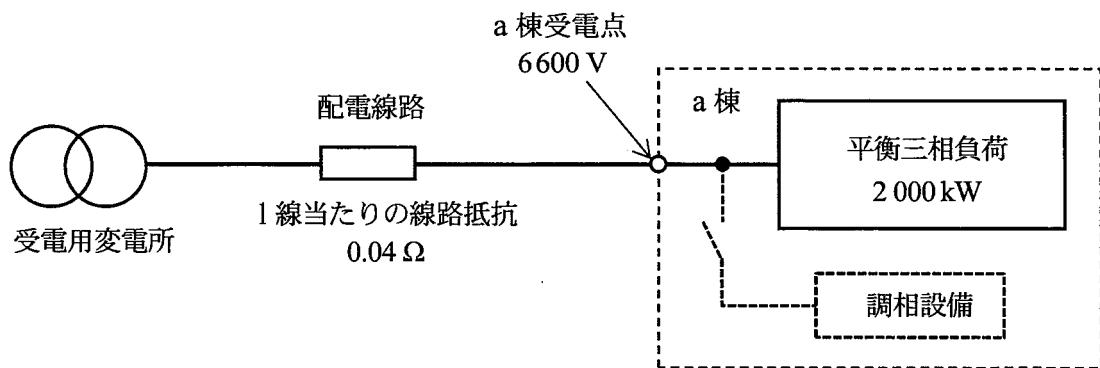
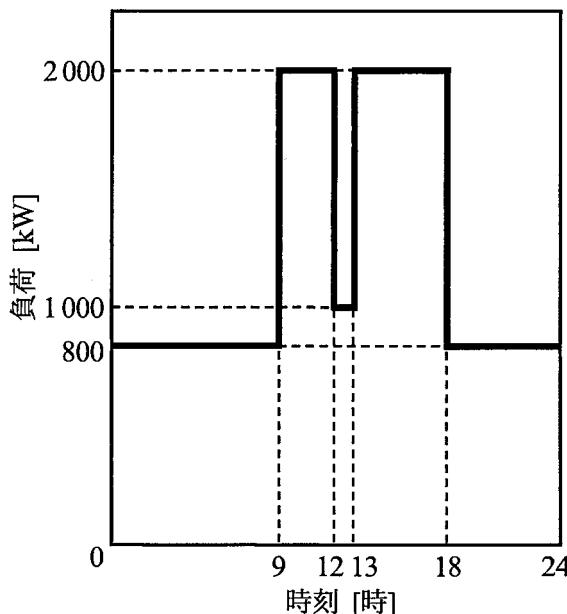

図1
図2
(3) 図1のように、ある工場の受電用変電所から三相3線式配電線を経由して、a棟受電点に電圧6600Vで配電する系統があり、a棟内で最大負荷が2000kWの平衡三相負荷が接続されている。この負荷の日負荷曲線は図2に示すとおりであり、負荷は大きさにかかわらず常時遅れ力率90%で運転されている。また、年間の稼働日数は365日である。
- 2) 平衡三相負荷を、年間を通じて図 2 に示す日負荷曲線で運転しているものとすると、配電線路で発生する年間の損失電力量は **B** [ab.c] [MW·h] となる。